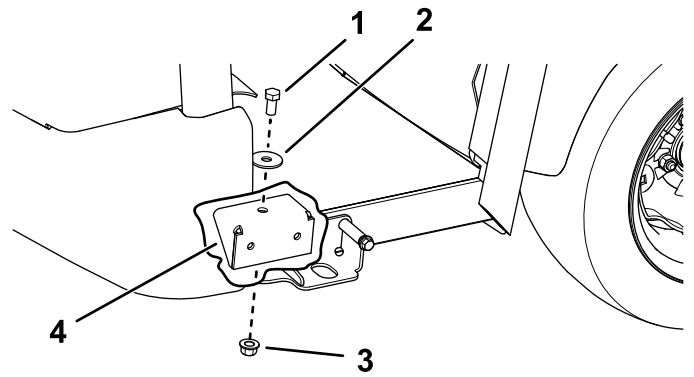

Bild 27
5. Befestigen Sie die vordere Kabinenbefestigungshalterungen mit einer Sechskantschraube ($\frac{7}{16}$ "), Druckscheibe und Sicherungsmutter ($\frac{1}{2}$ ") an jeder Seite (Bild 27).